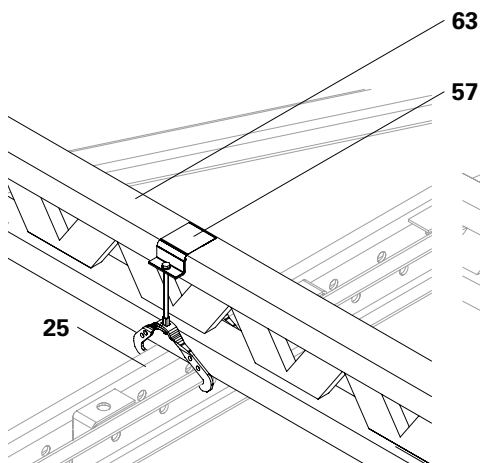

Fig. A6.02
1. Fissare la trave reticolare (**63**) alle travi in acciaio (**25**) con staffe (**57**). (Fig. A6.02)